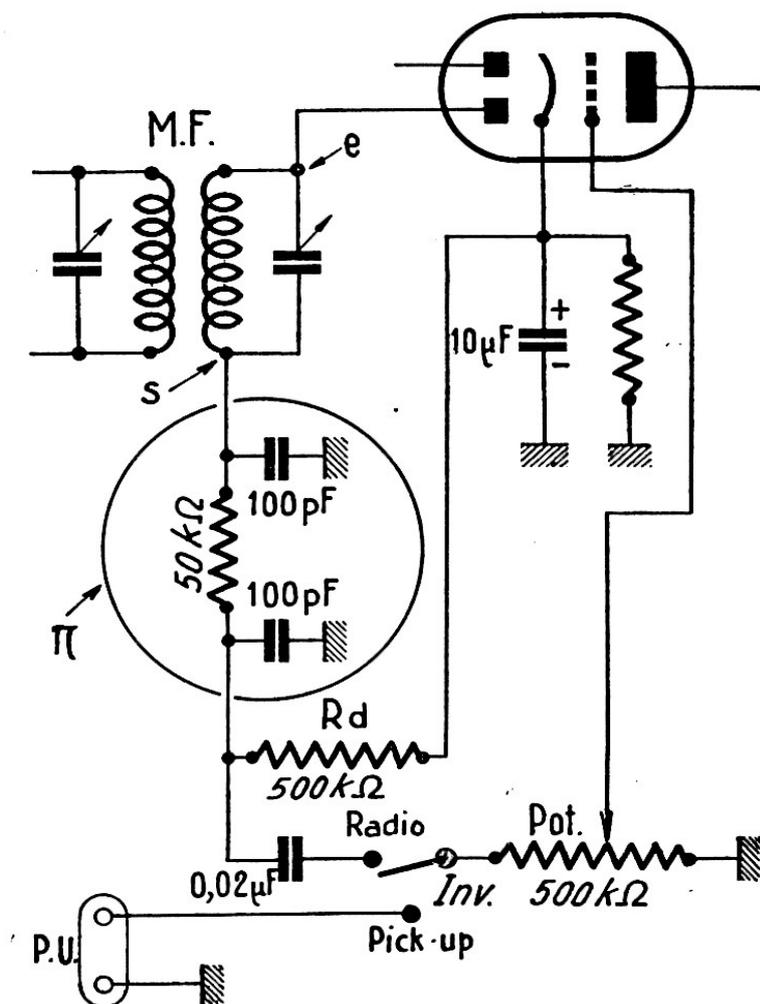

FIG. VI-3
Une capacité de fuite de 500 pF environ connectée entre anode du tube amplificateur de tension et masse remet généralement tout en ordre. Pour la même raison et dans le même but, il est intéressant de monter un filtre en  $\pi$  à la sortie du dernier transformateur MF (éléments cerclés de la figure VI-3) — à moins, naturellement, que le récepteur n'en comporte déjà un. Dans ce cas, il faudra vérifier le parfait état des deux condensateurs de fuite de 100 pF.
**CE.** — Reportons-nous au schéma classique de base donné sur la figure VI-3. Plaçons le potentiomètre au maximum de puissance. En s'aidant d'un petit tournevis, touchons la sortie *s* du transformateur MF : le HP doit accuser le même grognement que si l'on touche directement la grille du tube amplificateur de tension BF. Dans le cas contraire, contrôler l'état du condensateur de liaison au potentiomètre ; vérifier les éléments du filtre en  $\pi$  (résistance coupée ou condensateur en court-circuit). Les connexions sont généralement faites ici en fil blindé ; s'assurer qu'il n'y a pas court-circuit entre fil et blindage.
**CH.** — On peut changer le potentiomètre... mais le défaut recommencera bien vite. C'est l'inconvénient de ce montage. Si le service-man ne veut pas voir revenir périodiquement le poste pour le même motif (ce qui nuirait à sa réputation), nous lui conseillons de modifier cette partie en prévoyant résistance de charge de détection d'une part, et potentiomètre d'autre part (voir figure VI-3, par exemple).